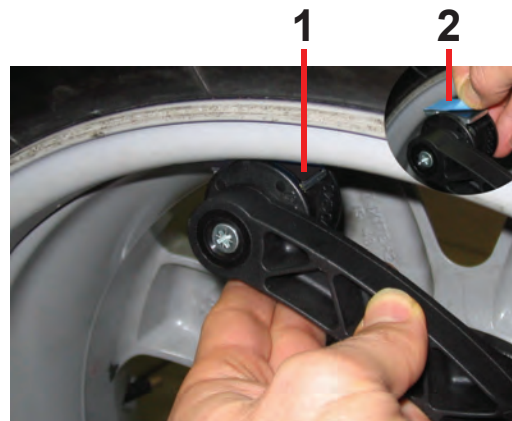

Figure 28b
**REMARQUE :** Nettoyer la zone où la masse sera placée avant la fixation des masses adhésives. En conformité avec le balourd détecté, approche à la tête de la jauge la masse adhésive appropriée. (1, Figure 28b). Retirer la bande de protection (2, Figure 28b) de la masse adhésive et l'appliquer au point correcte sur la jante.